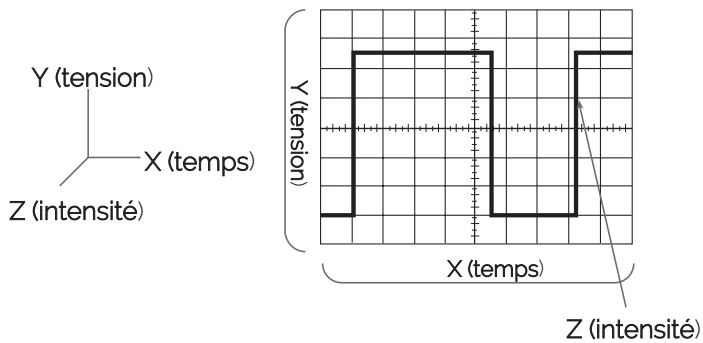
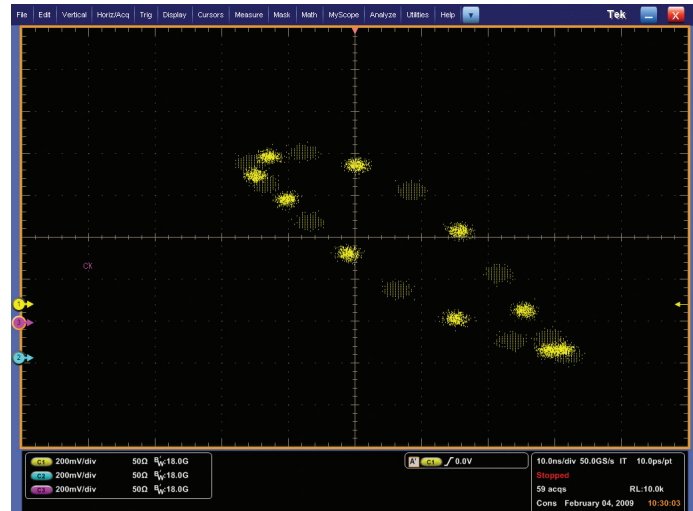

Figure 2. Composantes X, Y et Z d'une forme d'onde affichée.
Figure 3. Deux schémas de fréquence décalés avec gradation de l'intensité sur l'axe Z.
Un oscilloscope est un dispositif permettant d'afficher un graphe: il dessine une représentation graphique d'un signal électrique. Pour la plupart des applications, le graphe représente l'évolution du signal au cours du temps: l'axe vertical (Y) représente la tension et l'axe horizontal (X) représente le temps. L'intensité ou la luminosité de l'affichage est parfois appelée l'axe Z, comme indiqué dans la Figure 2. Sur les oscilloscopes DPO, l'axe Z peut être représenté à l'écran par un dégradé de couleurs, comme on peut le voir sur la Figure 3.